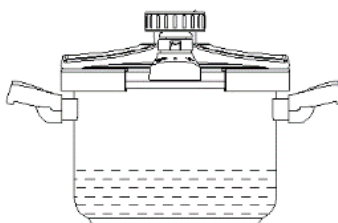

Fig.4
- Menos de 1/3 da altura do fogão para alimentos expansivos como arroz, feijão, etc. (Fig. 4);